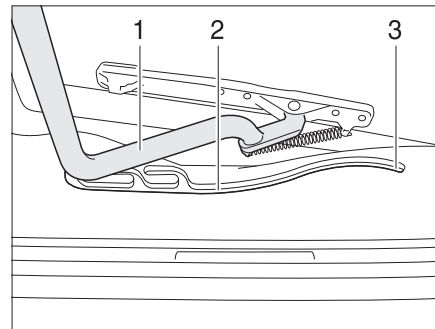

Fig. 87 Lanterneau Heki, glissière
- Tirer l'étrier (Fig. 87,1) dans les glissières (Fig. 87,2) jusque dans la position la plus reculée (Fig. 87,3).
- Pousser l'étrier (Fig. 87,1) légèrement vers le haut avec les deux mains.
- Tirer l'étrier dans les glissières (Fig. 87,2) jusqu'à la position souhaitée.